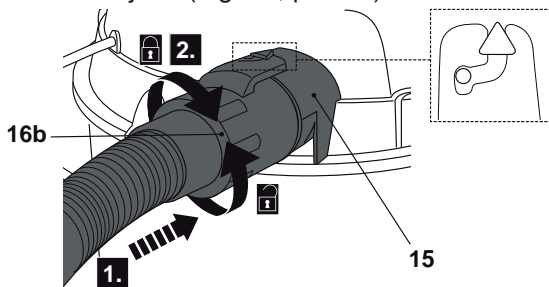

Fig. 14
- > Alinee la flecha que hay en el conector del tubo (16b) con la lengüeta de la apertura exterior de la salida de aire (15) y deslice el conector del tubo en la apertura exterior de la salida de aire (Fig. 14, paso 1).
- > Gire el conector del tubo (16b) en el sentido de las agujas del reloj y compruebe que la conexión esté bien fijada (Fig. 14, paso 2).